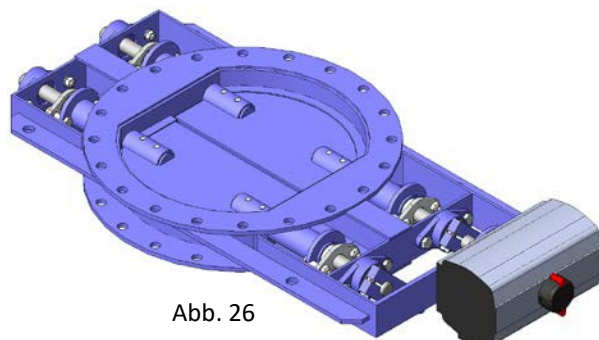

Abb. 26
- Pneumatikzylinder ¼ Drehung (Abb. 26) *